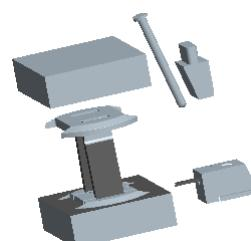

图 27.68 移动后的状态
Step4. 在 **DEFINE STEP (定义步骤)** 菜单中选择 **Done (完成)** 命令，完成浇注件和销的开模动作，如图 27.68 所示。